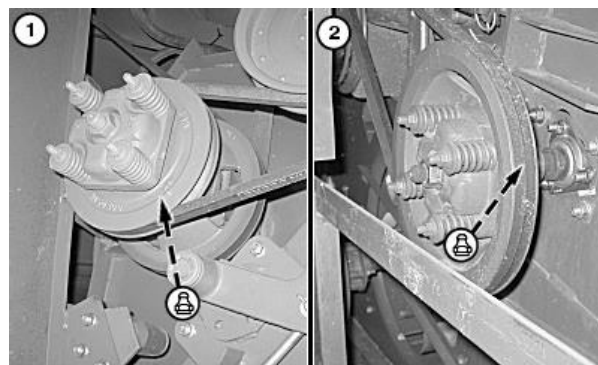

Рис.4.53 – Змащення муфти ковзання приводу вивантажувального шнека
14. Змастити муфту ковзання приводу вивантажувального шнека (рис.4.53).